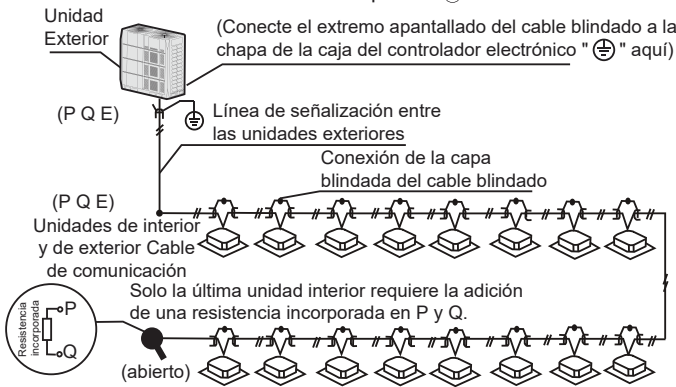

Figura 6.6
- El cableado de comunicación entre las unidades de interior y de exterior debe conectar una unidad tras otra en una cadena tipo margarita desde la unidad exterior a la unidad interior final. La capa blindada debe conectarse correctamente a tierra y se debe añadir una resistencia incorporada a la última unidad interior para mejorar la estabilidad del sistema de comunicación (véase figura 6.6).